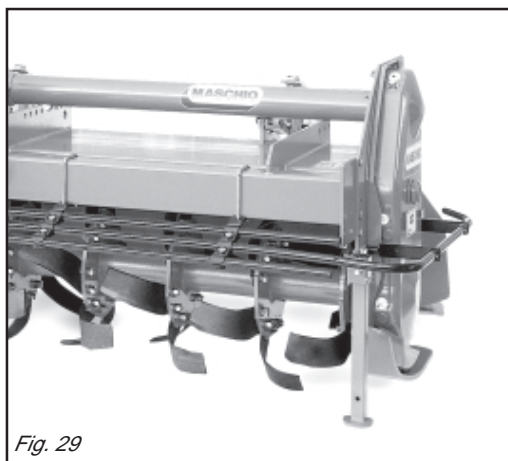

Fig. 29
- 1- *Position the support foot as shown in the figure 29.*
- 1- Den Stützfuß wie in Abb. 29 gezeigt anordnen.
- 1- *Placer le pied d'appui (Fig. 29).*